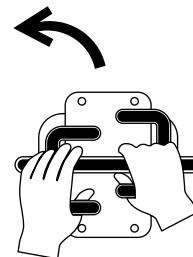

Рисунок 10
- Чтобы повернуть налево, переместите правый орган управления тягой вперед (Рисунок 10).